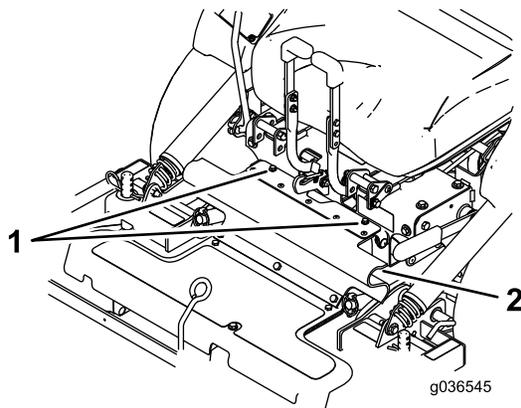

Bild 13
3. Lösen Sie die Schrauben, mit denen die Schutzvorrichtung befestigt ist (Bild 13).